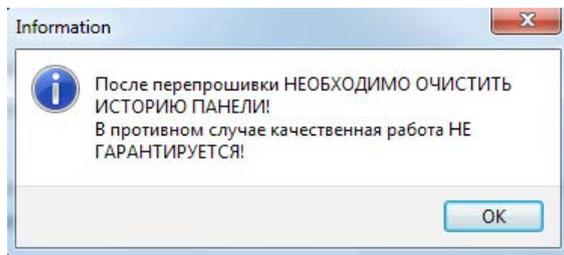

Рисунок 4. Информационное окно
6. После нажатия на кнопку «Завершить перепрошивку» появится диалоговое окно с информацией о том, что необходимо очистить историю панели (см. рис. 4).